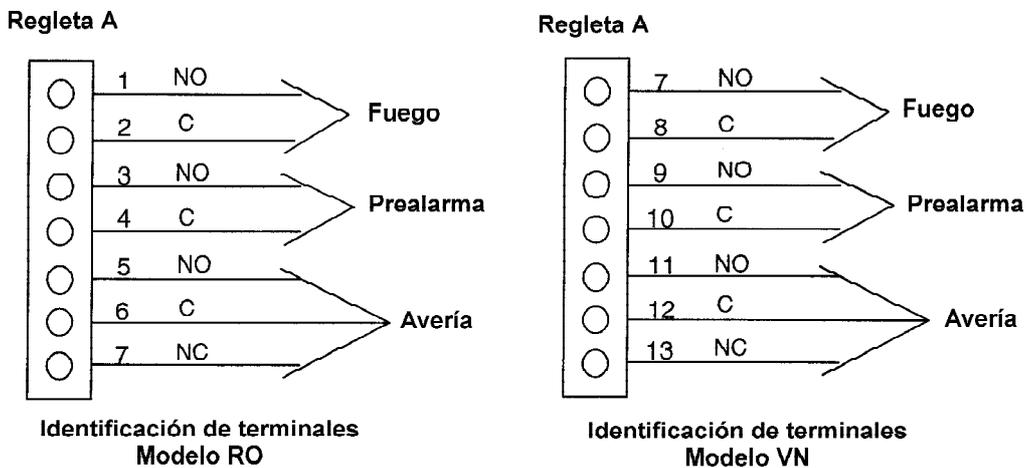

Figura 13. Detalles de cableado para Relés
- b) Conectar el cableado de los relés de acuerdo a la Figura 13, y a las necesidades del sistema.